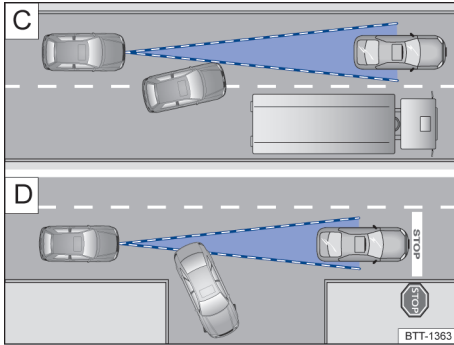

图 92 C 正在变换车道的车辆；D 正在转弯和静止的车辆
如一辆 ACC 探测到的车辆拐弯或驶出原车道时且在该车辆前方有一辆静止车辆，则 ACC 不会对这辆静止车辆作出反应 → 图 92 D。
- 从本车前方邻近车道切换到本车道的车辆 → 图 92 C。